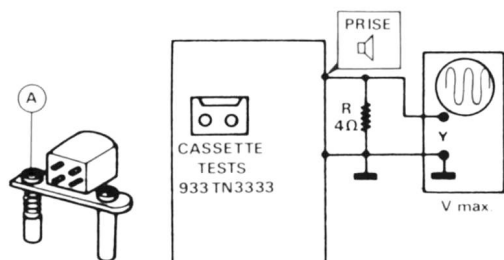

Fig. 2
A. REGLAGE D'AZIMUT DE LA TETE EN-REG./LECT. (Fig. 2).